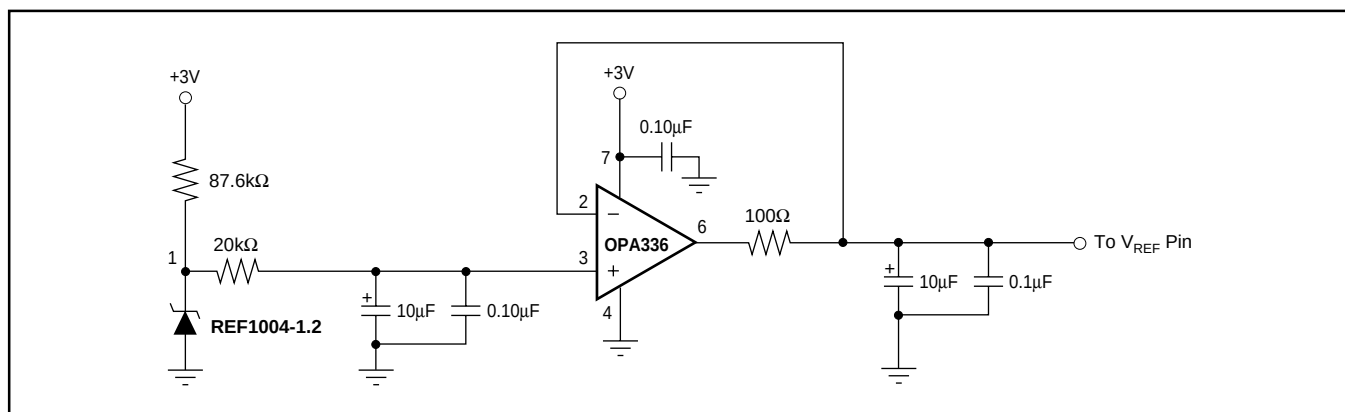

図2. DAC1221の低雑音動作のために推奨される外部電圧リファレンス回路
1.25Vのリファレンス入力電圧を直接 V_{REF} ピンに接続することができます。DAC1221の推奨されるリファレンス回路を図2に示します。